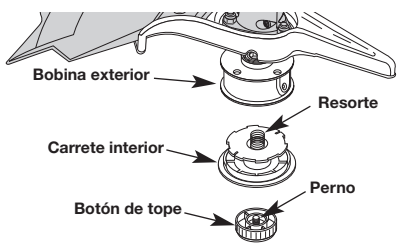

Fig. 25
1. Sostenga la bobina exterior con una mano y desenrosque el botón de tope en sentido antihorario (Fig. 25). Inspeccione el perno dentro del botón de tope para verificar que se mueva con libertad. Cambie el botón de tope si está dañado.
2. Saque el carrete interior de la bobina exterior (Fig. 25).
3. Saque el resorte del carrete interior (Fig. 25).
2. Saque el carrete interior viejo de la bobina exterior (Fig. 25).
3. Saque el resorte del carrete interior viejo (Fig. 25).